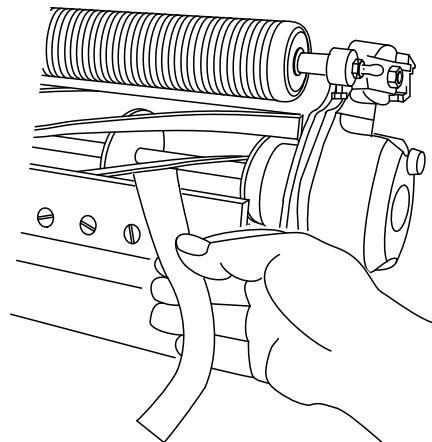

图 11
B. 在滚刀与底刀之间插入一长条剪切性能纸纸要与底刀垂直图 11 然后缓慢向前旋转滚刀此操作应能切断性能纸如果不能请重复步骤 A 和 B 直至切断为止。
11. 在滚刀与底刀之间插入一长条剪切性能纸Toro 零件号 125-5610 纸要与底刀垂直图 11 然后缓慢向前旋转滚刀此操作应能切断性能纸如果不能将每个底刀架调节螺栓都顺时针旋转 1 格直至切断为止。